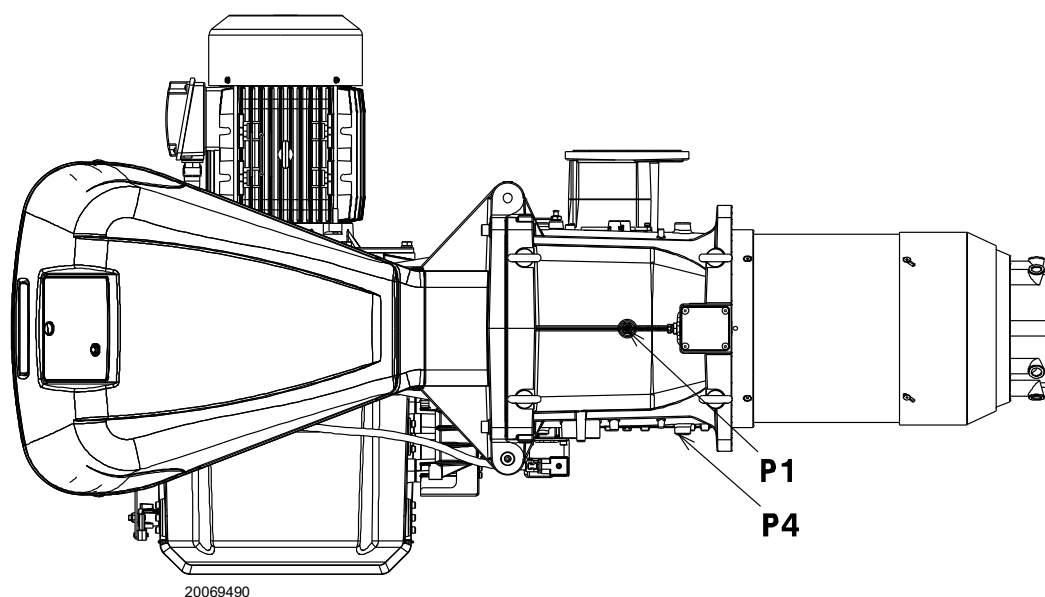

Fig. 23
Pressione del gas misurata alla presa P1)(Fig. 23), con:
- sottrarre dalla pressione del gas alla presa P1)(Fig. 23) la pressione in camera di combustione.
Pressione del gas alla presa P1)(Fig. 23) = 58,1 mbar
Per conoscere invece la pressione del gas necessaria alla presa P1)(Fig. 23), fissata la potenza MAX alla quale si desidera funzioni il bruciatore:
- Leggere sulla destra, colonna 1, la pressione alla presa P1)(Fig. 23).
pressione necessaria alla presa P1)(Fig. 23).